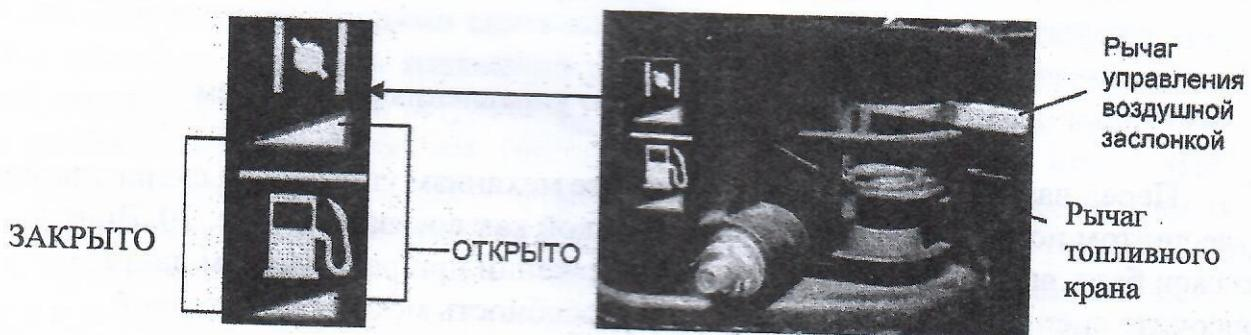

Рисунок 11 – Подготовка запуска двигателя
1. Поставьте рычаг топливного крана в положение «**ОТКРЫТО**» (Рис. 11).
2. При запуске холодного двигателя переведите рычаг управления воздушной заслонкой в положение «**ЗАКРЫТО**» (рис. 11). Не закрывайте воздушную заслонку, если двигатель прогрет.